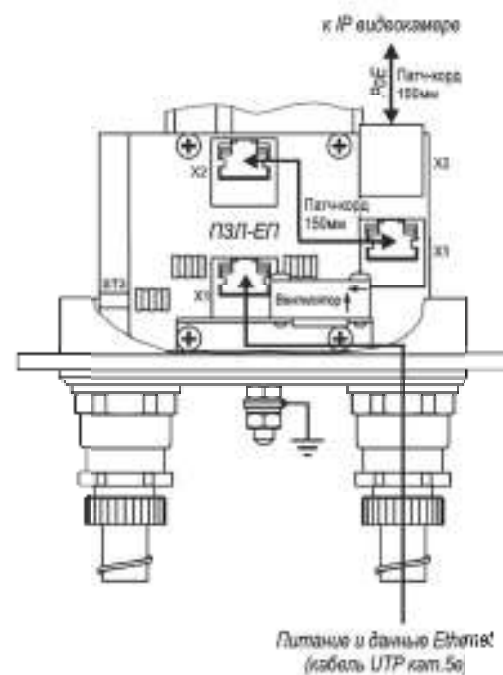

Рис.4 Подключение ТГБ-8Г Ex PoE+ с платой ПЗЛ-Е7
- При использовании платы ПЗЛ-ЕП внешний кабель UTP кат.5е подключить к разъёму X1 платы ПЗЛ-ЕП (рис.4), а разъем X2 платы ПЗЛ-ЕП соединить патч-кордом с разъемом X1 платы сплиттера.